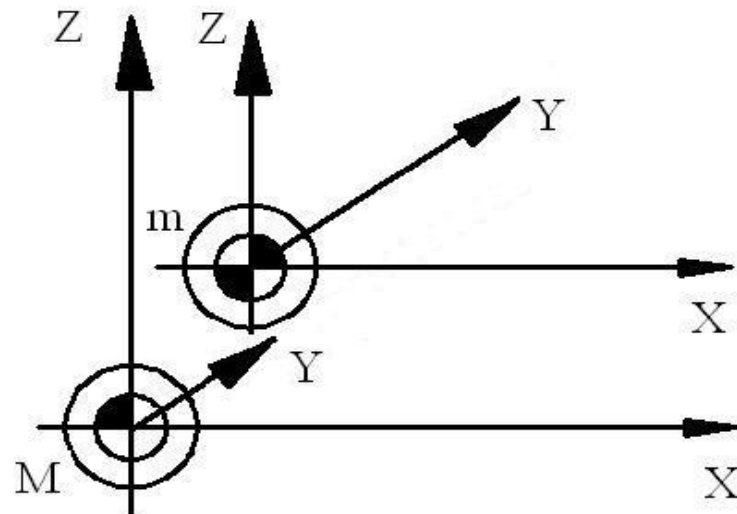

Рис. 8 . Координатные оси станка
- Конструкцией станка с ЧПУ заложены условия определения положения режущего инструмента в пространстве. Любая точка траектории перемещения инструмента определяется системой координат. Для этого при изготовлении станка в ближнем левом углу стола устанавливается нулевая точка, в которой условно помещается начало прямоугольной декартовой системы координат с осями абсцисс X , ординат Y , аппликат Z (рис. 8). Оси координат располагаются параллельно физическим осям (направляющим) станка. Ось X – в основном всегда проходит горизонтально.